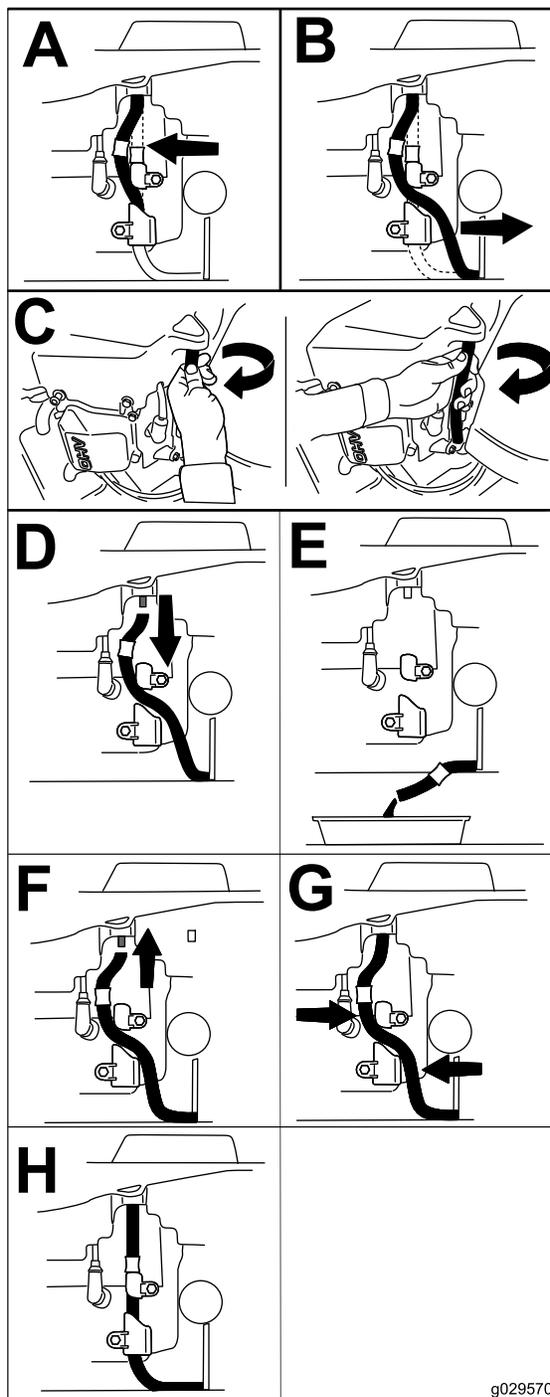

Figura 45
3. Spurgate l'olio dal motore (Figura 45).